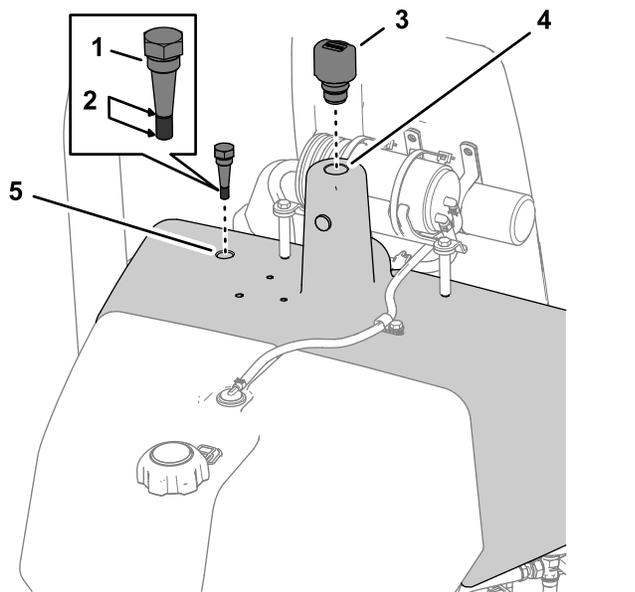

Рисунок 50
3. Выверните масломерный щуп, расположенный в верхней части гидравлического бака, протрите его дочиста, еще раз вставьте в бак и затем снова выньте из бака (Рисунок 50).
4. Если на масломерном щупе нет масла, снимите крышку заливной горловины гидравлического бака (Рисунок 50) и
5. Вставьте масломерный щуп и сапун в гидравлический бак (Рисунок 50).